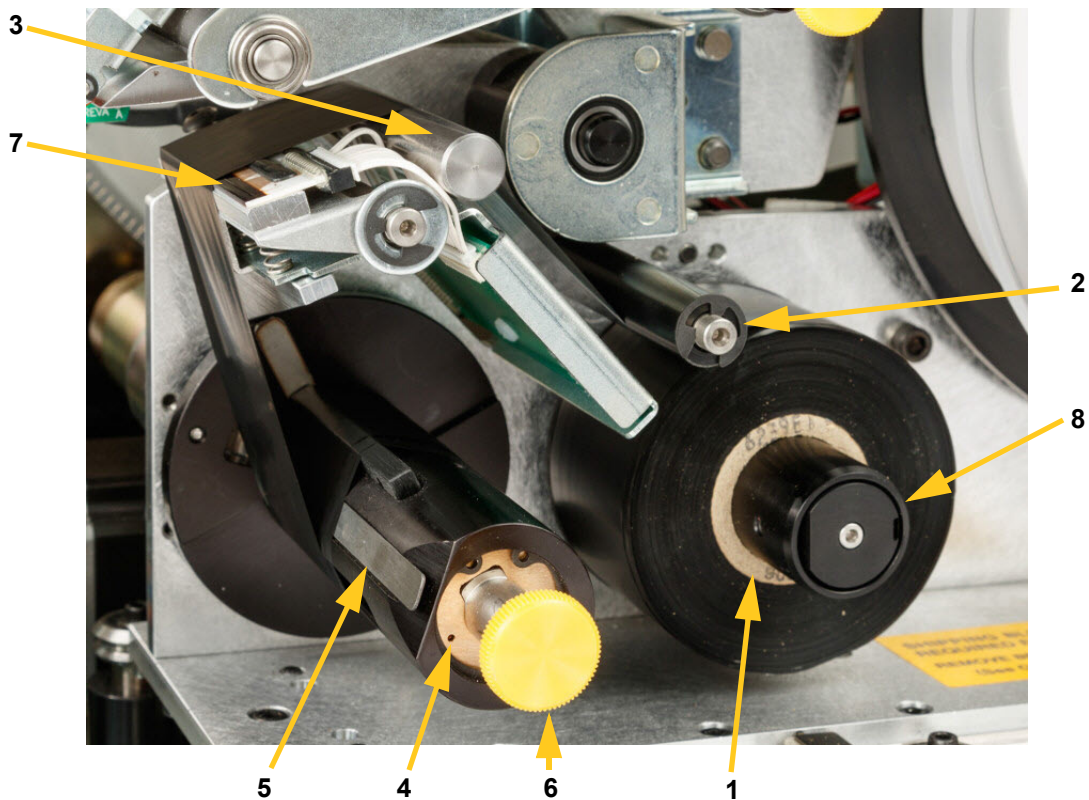

Abbildung 4-11. Bestandteile des Farbbandpfads
Wenn derzeit ein Farbband eingelegt ist, muss dieses entfernt werden (siehe Abbildung 4-11 auf Seite 4-23):
- Fädeln Sie das Farbband unter der Führungsrolle hindurch und über die Führungsschiene und den Druckkopf. Siehe Abbildung 4-11 auf Seite 4-23.
- Führen Sie das Farbband unter der Klemme (A) hindurch (siehe Abbildung), bis ca. 25 mm des Farbbandes die Klemme passiert haben.
Hinweis: Stellen Sie sicher, dass die Farbbandrolle bündig an dem hinteren Flansch installiert und wie in Abbildung 4-11 auf Seite 4-23 dargestellt geführt wird.